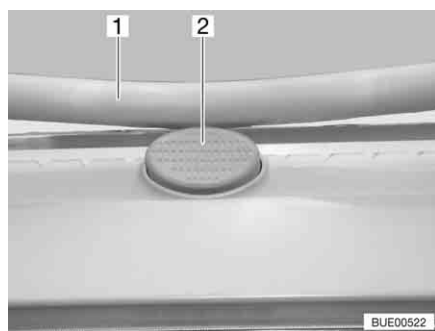

Fig. 89 Botón de seguridad en la claraboya Heki
- Pulsar el botón de seguridad (Fig. 89,2) y tirar la horquilla (Fig. 89,1) hacia abajo con ambas manos.
- Presionar el estribo hacia arriba con ambas manos hasta que la horquilla se encuentre encima del botón de seguridad (Fig. 89,2).